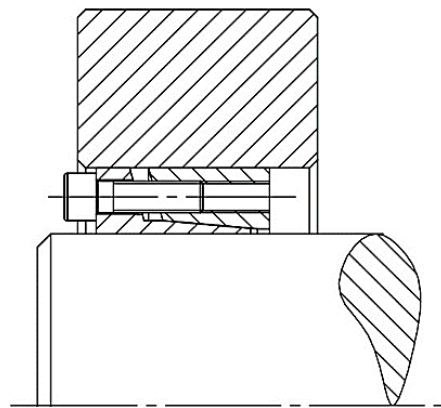
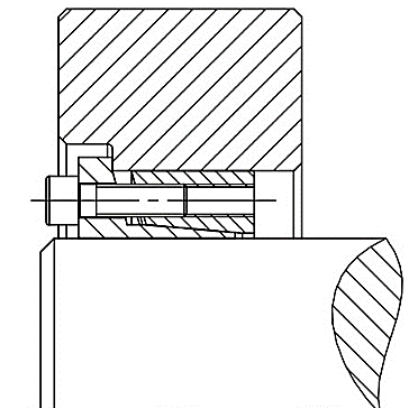

Fig. 7
Fig. 8
- II. Colocar os parafusos nos anéis e centrar o cubo (vide Fig. 7 e Fig. 8).
- III. Apertar os parafusos por igual em forma de cruz em duas ou três etapas, até atingir o torque de aperto (MA) indicado na Tabela 3.